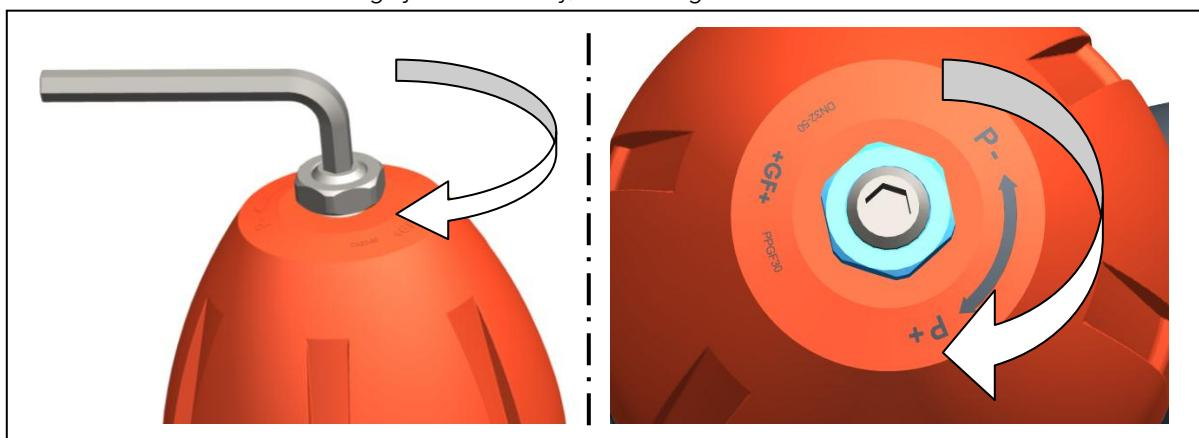

Fig. 4
- Para aumentar el valor de consigna: tensar el resorte. Para ello, girar el husillo en el sentido de las agujas del reloj, ver la fig. 4.